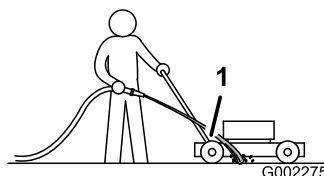

Figura 35
3. Tenete il flessibile da giardino all'altezza della maniglia e indirizzate il getto per terra, davanti alla ruota posteriore destra (Figura 35).